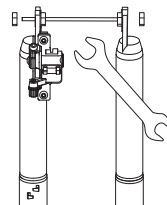

Figure 4-2
- Utilisez une clé plate de 15 mm pour desserrer les vis et dans l'ordre, comme indiqué dans la **Figure 4-2**, et retirez le protecteur de fourche avant.